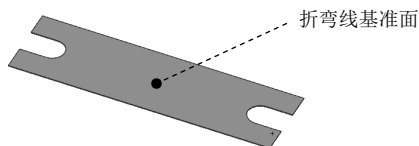

图 10.3.2 折弯线基准面
(1) 定义折弯线基准面。选取如图 10.3.2 所示的模型表面作为草图基准面。